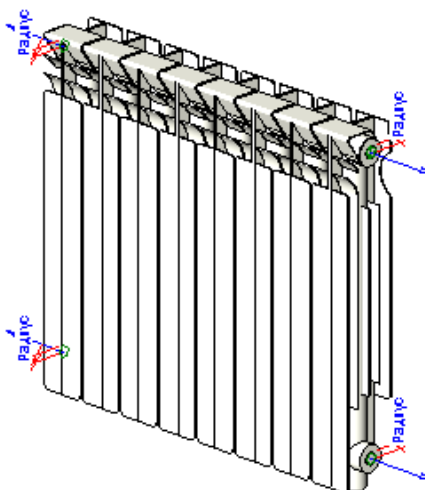

Рисунок 5.16. Внешний вид модели радиатора
1. Во вкладке «Системы» выбрать раздел «Оборудование» -> «Загрузить семейство» и открыть заранее загруженное на ПК семейство радиаторов или выбрать его из стандартных семейств. В данном примере используются алюминиевые радиаторы (рис. 5.16).